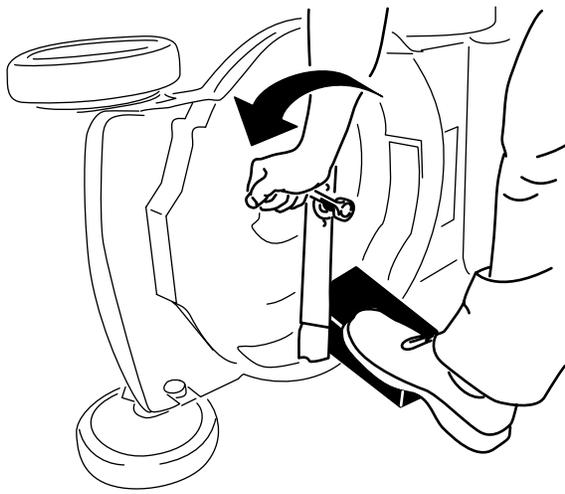

Bild 24
3. Stabilisieren Sie das Messer mit einem Holzblock (Bild 24).
4. Nehmen Sie das Messer ab und bewahren Sie alle Befestigungsschrauben auf (**Bild 24**).